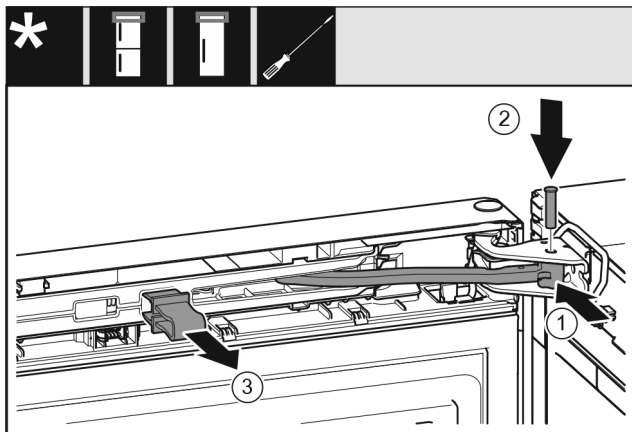

Fig. 21
- Ruotare il giunto articolato nel blocco di supporto. Fig. 21 (1)
- Inserire il perno nel blocco di supporto e nel giunto articolato. Fare attenzione che la camma di arresto sia correttamente in sede nella scanalatura. Fig. 21 (2)
- Rimuovere la protezione. Fig. 21 (3)